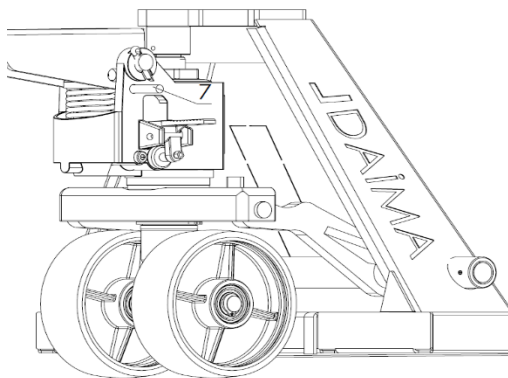

Abbildung 3
- ▶ Richten Sie den Hubarm aus, ziehen Sie dann den Haltestift der Hydraulikpumpenfeder heraus (siehe Abbildung 3, Punkt 7) und bewahren Sie den Stift für die zukünftige Verwendung auf.